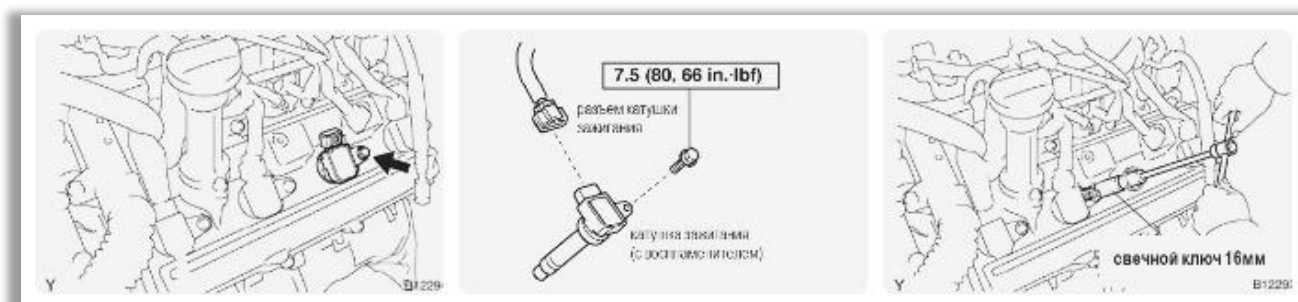

Рисунок VIII-1
- 1) Быстро разгоните двигатель 5 раз до 4000 об/мин. Заглушите двигатель и отключите питание бортовой сети. Снимите катушки зажигания. Используя свечной ключ, выверните свечи (Рисунок VIII-1).
- 7) Затяните свечу зажигания рукой, затем используя свечной ключ, заверните свечи зажигания. **Момент затяжки 17,5 Нм**. Установите катушки зажигания **Момент затяжки болта 7,5 Нм** (Рисунок VIII-1).